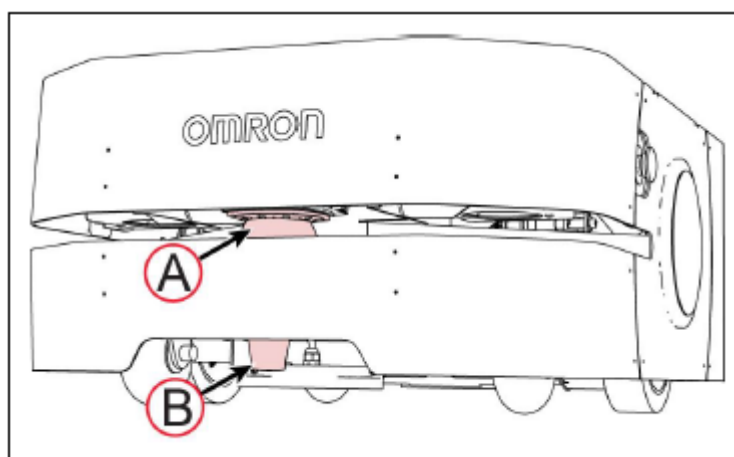

Abbildung 3: Laser des LD-250
Beim Sicherheits-Laserscanner des LD-250 [Abbildung 3 (A)] handelt es sich um das Model OMRON OS32C, einen präzisen Scan- und Navigationssensor mit folgenden Eigenschaften:
Der Boden-Frontlaser [Abbildung 3 (B)] erkennt Hindernisse unterhalb der Abtastebene des Sicherheitslasers, z. B. eine leere Palette oder den Fuß einer Person. Dieser Laser erkennt auch Hindernisse, die an ihrer Basis deutlich breiter sein können, beispielsweise ein Säulensockel, während der Haupt-Sicherheitslaser eventuell nur den oberen Teil der Säule erkennt.